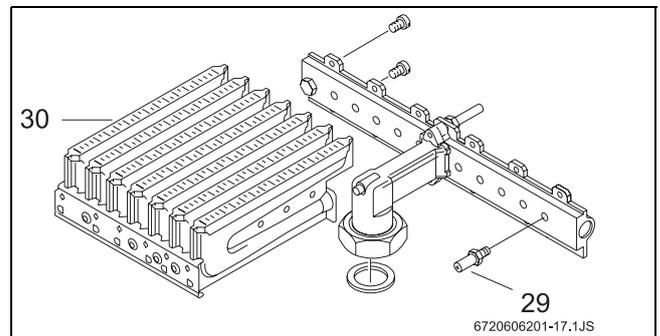

Fig. 8
- ▶ Smontare entrambe le rampe degli ugelli (→Fig. 8, pos. 30) e sostituire gli ugelli (→Fig. 8, pos. 29).